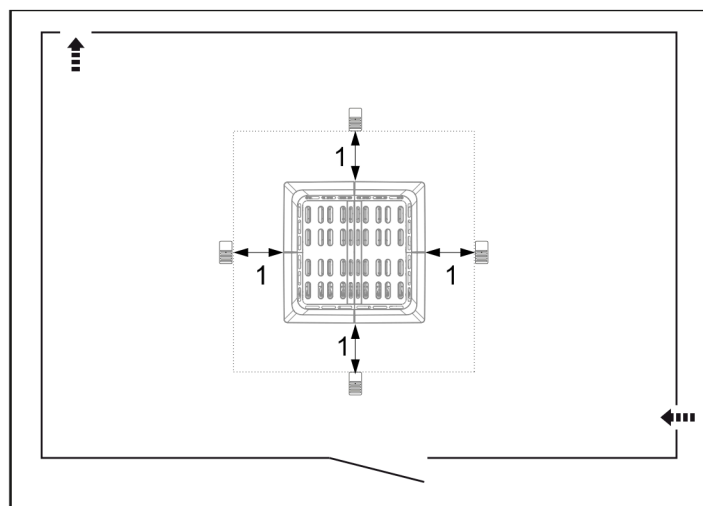

Figura 4: Installazione del sensore a soffitto
- Pianificare il posizionamento del sensore (vedere la Figura 3 e la Figura 4).
Se posizionato al centro, tenere in considerazione le bocchette di aspirazione e di scarico dell'aria per ottenere una distribuzione uniforme del calore. Il sensore va installato nel soffitto a una distanza dal riscaldatore conforme a quanto indicato nella Figura 4.